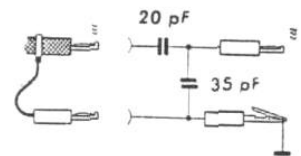

Abb. 2 Künstliche Antenne
- d) Künstliche Antenne für Abgleich- und Empfindlichkeitsmessungen verwenden gemäß Abb. 2.